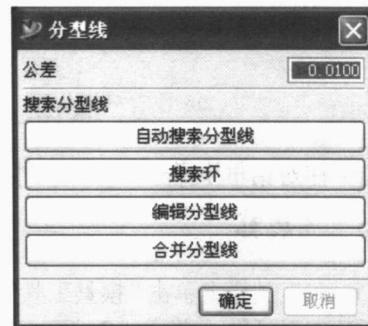

图 1-16 分型线对话框
② 在对话框上单击“编辑分型线”按钮，弹出如图 1-16 所示的分型线对话框。